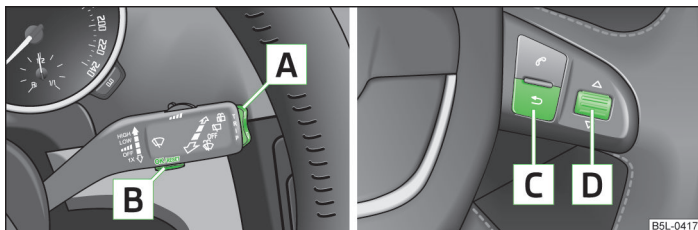

Fig. 6 Display multifunzione: Elementi di comando sulla leva / elementi di comando sul volante multifunzione
La commutazione della memoria avviene tramite il tasto B » fig. 6 a pagina 13 sulla leva del tergicristallo con l'aiuto della manopola di regolazione D » fig. 6 a pagina 13 sul volante multifunzione.
Il tasto basculante  » fig. 6 ed il tasto  sono disposti sulla leva del tergicristallo. La commutazione e l'azzeramento sul volante multifunzione si effettua con la manopola di regolazione .
» Premere brevemente il tasto  » fig. 6 o la manopola di regolazione .
» Premere brevemente il tasto basculante  » fig. 6 verso l'alto o verso il basso. In questo modo si attiveranno l'una dopo l'altra le singole funzioni del display multifunzione.
» Premere il tasto  per richiamare il menu del display multifunzione. » fig. 6
» Premere più a lungo il tasto  » fig. 6 o la manopola di regolazione .
Se la temperatura esterna scende sotto i +4°C, prima del valore della temperatura viene visualizzato il simbolo di un fiocco di neve (avvertimento per fondo stradale gelato) e viene emesso un segnale acustico. Dopo avere premuto il tasto basculante  o » fig. 6 a pagina 13 il tasto  sarà visualizzata la funzione visualizzata per ultima.
Sul display compare il tempo trascorso al volante dall'ultima cancellazione della memoria. Se si desidera misurare la durata del viaggio a partire da un preciso momento, in tale momento occorre azzerare la memoria, premendo il tasto  sulla leva del tergicristallo » fig. 6 a pagina 13 oppure tenere premuta la manopola di regolazione  sul volante multifunzione per più di 1 secondo.
Se s'intende misurare il consumo di carburante medio per un determinato periodo di tempo, occorre azzerare previamente la memoria premendo il tasto **[B]** oppure la manopola di regolazione» fig. 6 a pagina 13 **[D]**. Dopo aver cancellato la memoria, per i primi 100 metri sul display compaiono dei trattini.
Sul display compare la distanza percorsa dall'ultima cancellazione della memoria.» pagina 12 Se si desidera misurare la distanza già percorsa a partire da un preciso momento, in tale momento occorre azzerare la memoria, premendo il tasto **[B]** oppure portando la manopola di regolazione» fig. 6 a pagina 13 su **[D]**.
Nel display sarà visualizzato il consumo medio di carburante in l/100 km» pagina 12 a partire dall'ultimo azzeramento della memoria. Se si intende misurare la velocità media per un determinato periodo di tempo, all'inizio della misurazione occorre azzerare la memoria con il tasto **[B]**» fig. 6 a pagina 13 oppure con la manopola di regolazione **[D]**.
- ▶ Con il tasto **[A]**» fig. 6 a pagina 13 o ruotando la manopola di regolazione **[D]** selezionare la voce di menu **Segnale vel.**.
- ▶ Premendo il tasto **[B]** o la manopola di regolazione» fig. 6 a pagina 13 **[D]** si attiva la possibilità di regolazione del limite di velocità (il valore lampeggia).
- Con il tasto **A** » fig. 6 a pagina 13 o ruotando la manopola di regolazione **D** selezionare la voce di menu **Segnale vel.**